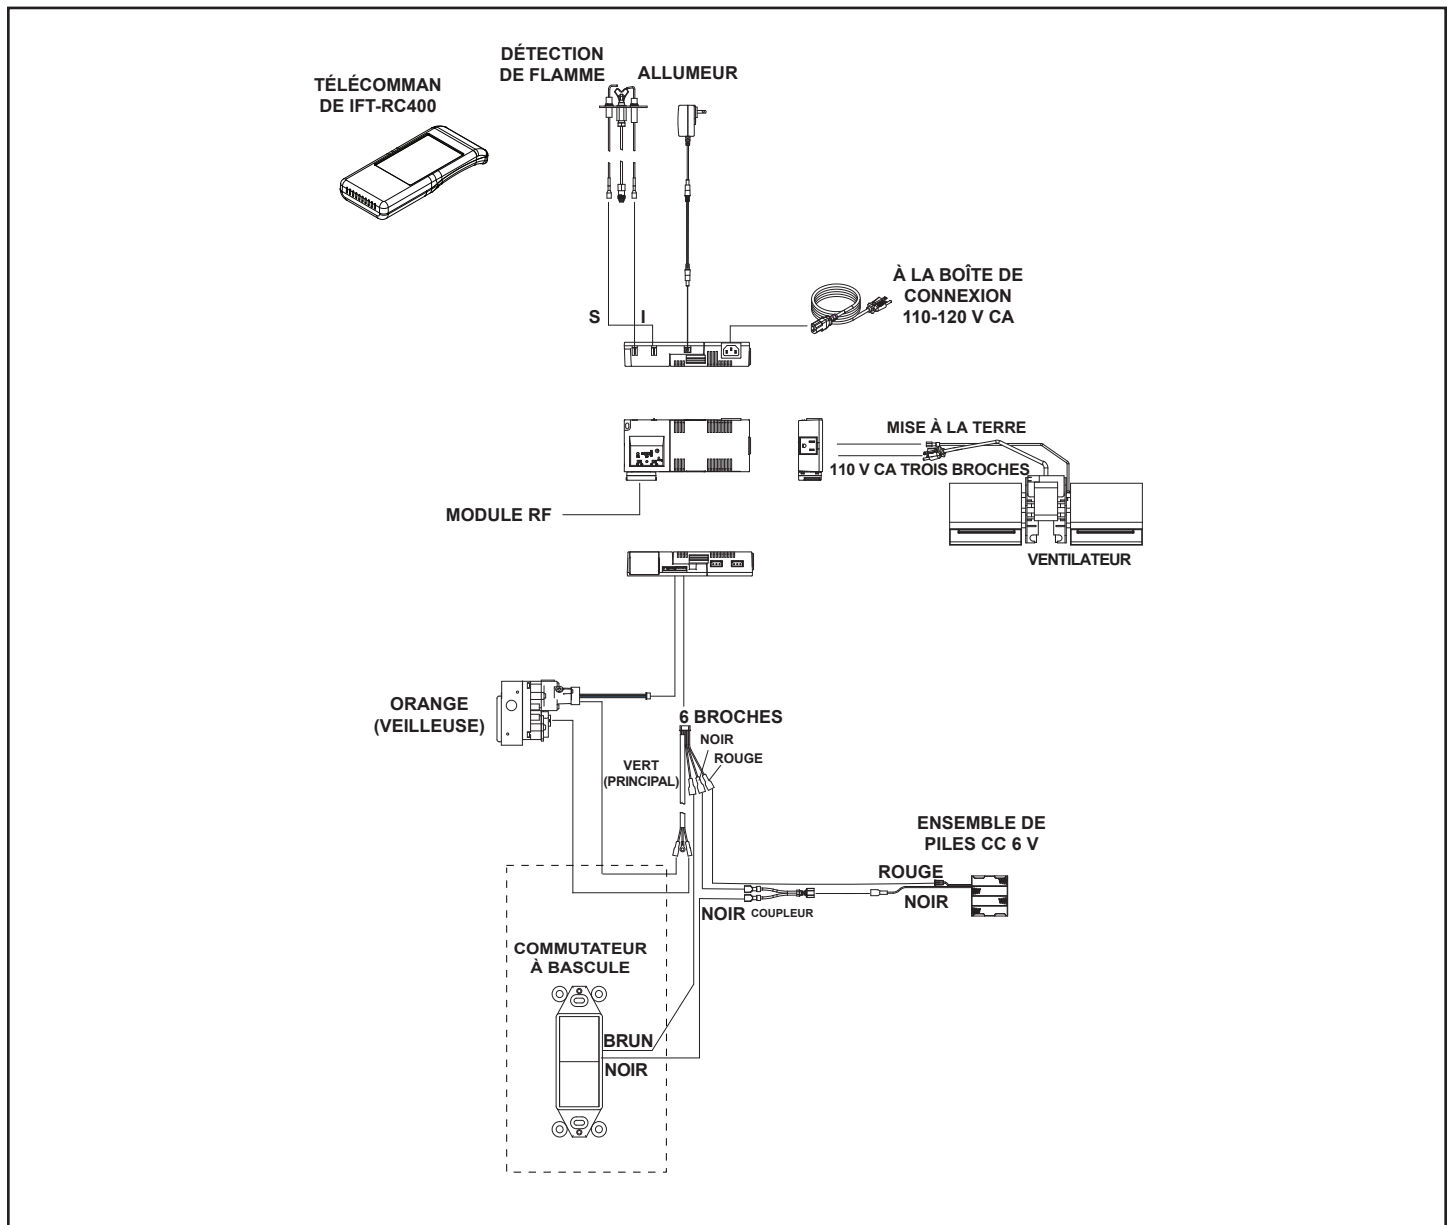

Figure 3.60 – Schéma de câblage du INDVR-IFT
- Consultez la figure 3.60, Schéma de câblage de l'IFT.